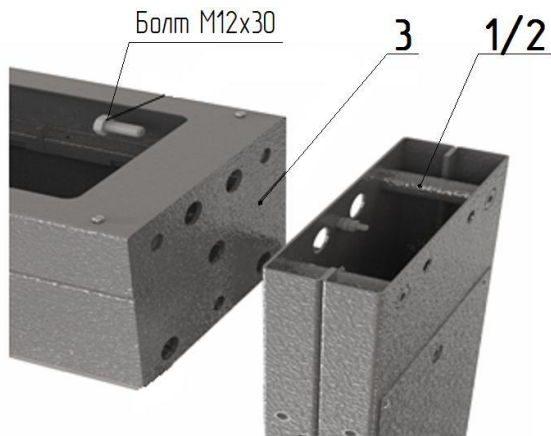
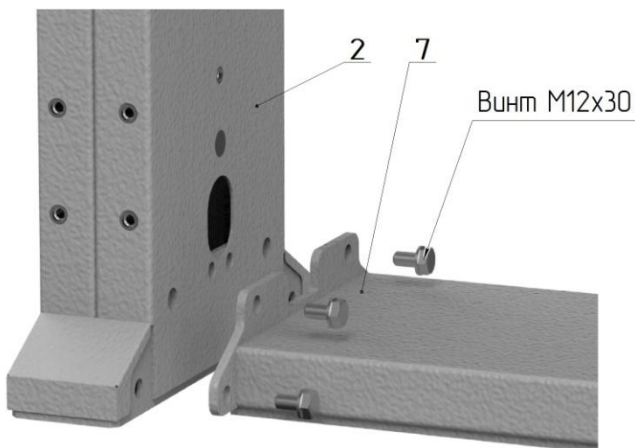
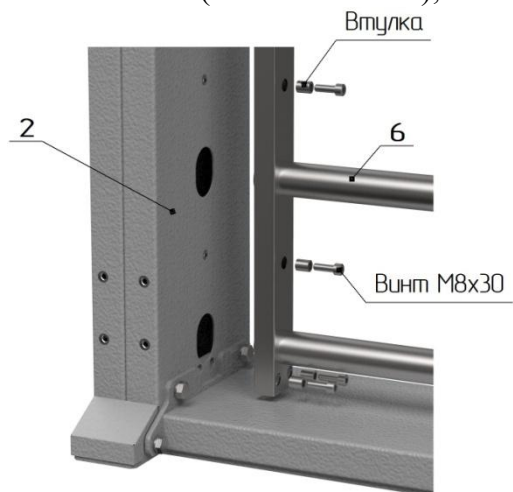

Рис. 1
Рис. 2
Рис. 3
*1. Сборка турникета (рис. 1, 2, 3, вариант сборки двумя сборщиками):*
– положите на пол на боковую плоскость раму привода **3** (рис. 3), (предварительно постелив лист картона), рядом аналогично положите стойку крыла прохода **1** и стойку ограничения прохода **2** (рис.1); состыкуйте указанные элементы друг с другом присоединительными элементами и закрутите по три болта М12 с каждой стороны; поставьте собранный портал вертикально на месте установки турникета; закрепите к стойке ограничения прохода **2** напольную плиту **7** (рис.2) четырьмя винтами М12;
– состыкуйте лопасть ограничителя прохода **6** со стойкой ограничения прохода **2** (рис.3) и закрепите винтами М8 с дистанционными втулками.